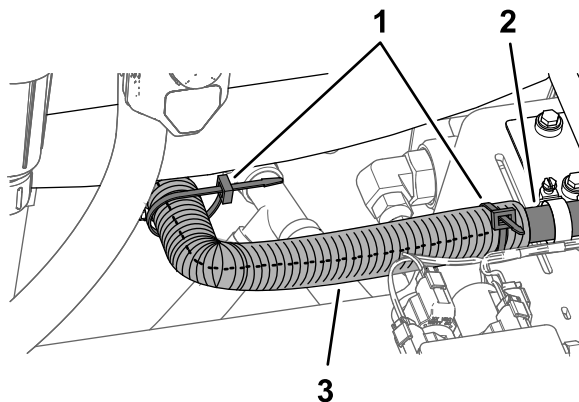

Bild 31
- Montieren Sie den geteilten Wellschlauch am Schlauch (43,3 cm) zwischen dem Spülbehälter und der Spülbehälterpumpe und befestigen Sie den Schlauch mit zwei Kabelbindern (**Bild 31**).